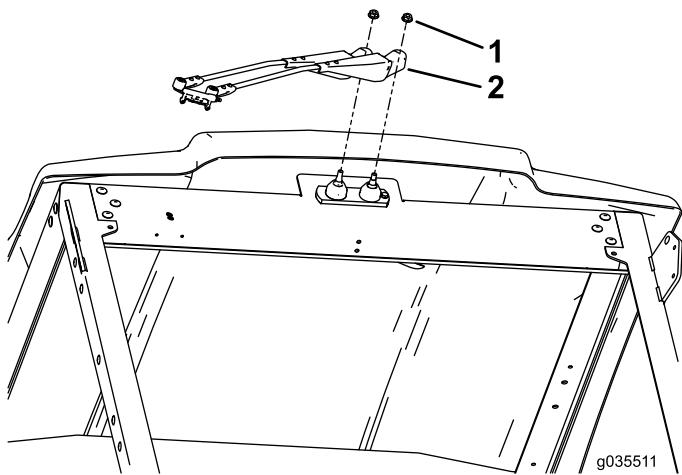

Figura 3
- Aperte o braço do limpador para-brisa com as duas porcas grandes e aperte as porcas entre 23 e 25 N m (Figura 3).